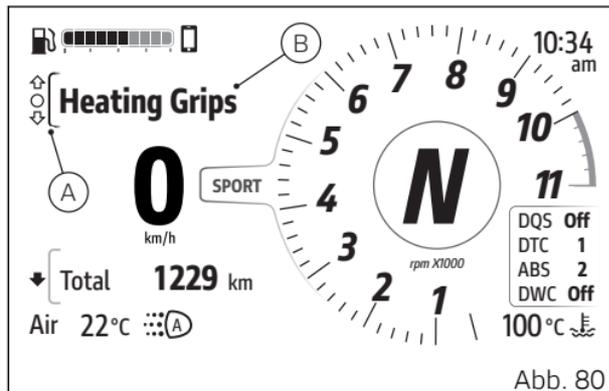

Abb. 80
- Das „Interactive Menu“ (A, Abb. 80) aufrufen.
- Über die Tasten (1) und (2) die Angabe „Heating Grips“ (B, Abb. 80) markieren, dann die Taste ENTER (3) drücken.